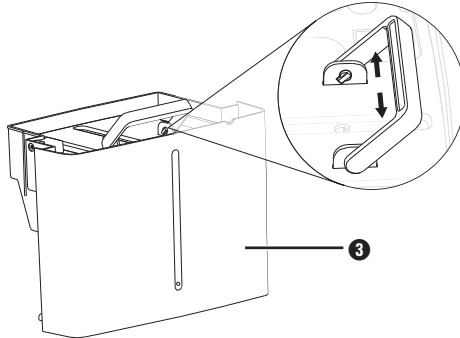

Abb. 5
- ▶ Reinigen Sie den Wassertank ❸ nicht in der Spülmaschine. Dieser wird dadurch sonst beschädigt.
- ◆ Entnehmen Sie den Wassertank ❸, gießen das Wasser weg und trocknen ihn vor dem Einsetzen innen und außen gut ab.
- ◆ Um den Wassertank ❸ von innen zu reinigen, müssen Sie den Deckel entfernen. Neigen Sie hierzu den Griff so weit nach vorne, bis die Zapfen am Griff mit den Nuten am Wassertank ❸ übereinstimmen. Sie können nun den Griff lösen, indem Sie ihn an beiden Seiten aus den Nuten drücken (siehe Abbildung 5).